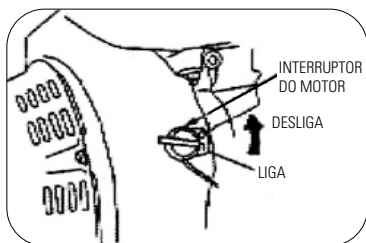

FIGURA 10.9
- Vire o interruptor do motor para a posição DESLIGADO. Figura 10.9